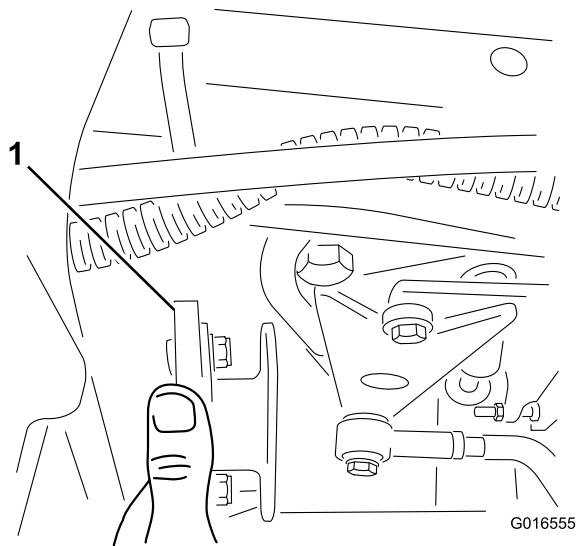

Figura 2
3. Retire el disco y el acoplamiento central del lado del soporte del motor y la unidad de tracción (Figura 2).